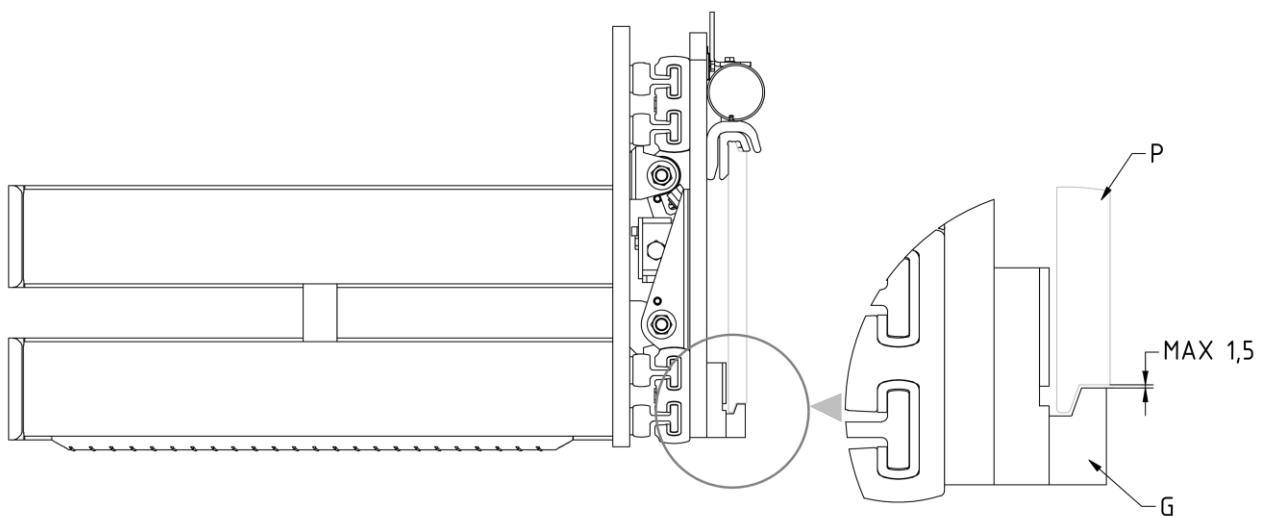

Abbildung 8
9. Schrauben Sie die 2 unteren Haken G so an, dass ihr Körper auch unterhalb der Trägerplatte der Gabel P eingehängt bleibt (mit einem Spiel von max. 1,5 mm, siehe Detail *Abbildung 8*) und ziehen Sie sie mit dem in der *Tabelle 4* genannten Anzugsmoment an.